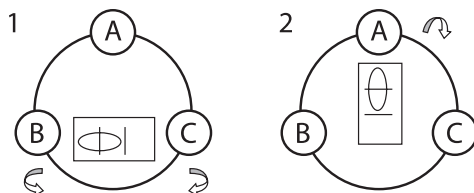

Рис. 5-3
5.3.2 Поверните алидаду таким образом, чтобы ось цилиндрического уровня стала параллельна линии, соединяющей В and С. Настройте подъёмные винты В и С таким образом, чтобы цилиндрический уровень оказался отцентрован (как показано в части 1. Рис.5-3).